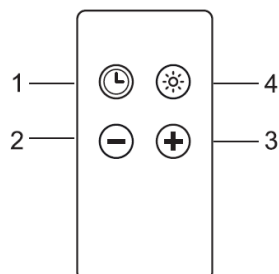

Рис. 7
- Вытяжкой WK-11 Smart можно управлять с помощью пульта дистанционного управления (рис. 7).
Определение кнопок (рис. 7)